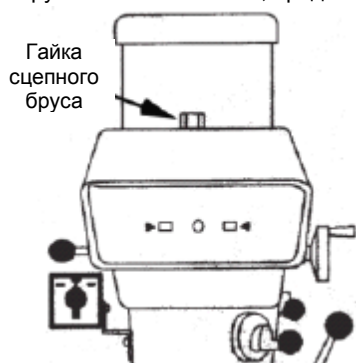

Рис. 17
1. Ослабьте сцепной брус на два или три оборота (против часовой стрелки), поворачивая шестигранную гайку сцепного бруса гаечным ключом, предоставленным в комплекте со станком (Рис. 17).